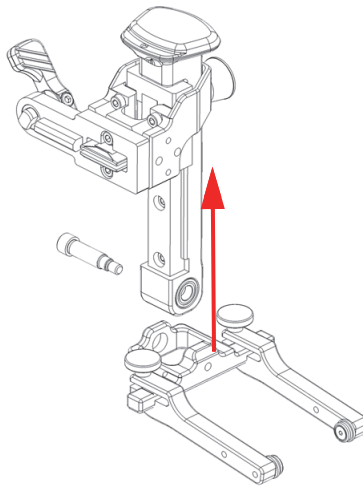

图 2-22 从轭的旋转梁上滑出弹簧加载臂的导轨
5. 从轭的旋转梁上滑出弹簧加载臂的导轨（参见第54页的图 2-22）。